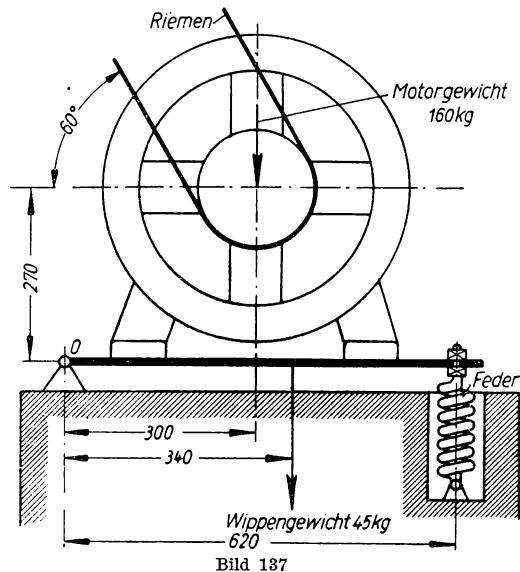

Bild 137
**271.** Die Wippe (Bild 137), um die Achse  $O$  schwingend, dient zum Regeln der Riemenspannung des aufgesetzten Elektromotors. Sie ist belastet durch ihr Eigengewicht 45 kg und durch das Motorgewicht 160 kg. Die Spannkraft der gedrückten Feder am rechten Ende der Wippe soll so eingestellt werden, daß im ruhenden Riemen eine Spannkraft 52 kg auftritt. Zu berechnen ist **a)** die Mittelkraft des Riemenzuges an der Motorwelle; **b)** der Hebelarm dieser Mittelkraft in bezug auf den Wippendrehpunkt  $O$ ; **c)** die erforderliche Federspannkraft.